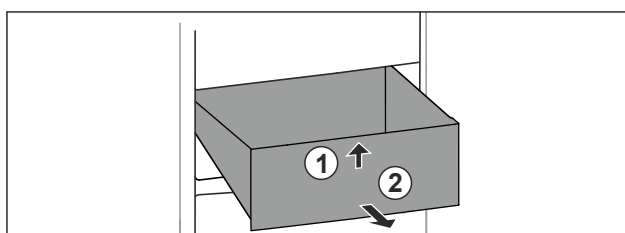

Fig. 73
- Lyft upp låda framtill. Fig. 73 (1)
- Ta ut låda genom att dra den framåt. Fig. 73 (2)